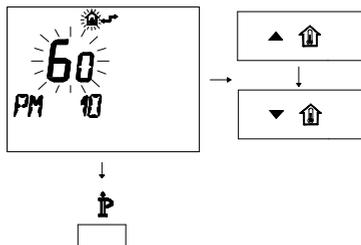

Figura 5.88
- Per modificare il SET programmato agire sui pulsanti \uparrow o \downarrow e aspettare che il numero programmato cominci a lampeggiare (Figura 5.88).